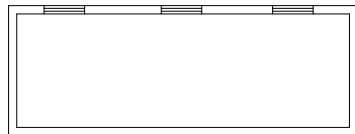

图 2-116 打开素材
① 按 Ctrl+O 组合键，打开配套光盘提供的“第 2 章/ 2.4.1 布消防栓.dwg”素材文件，结果如图 2-116 所示。